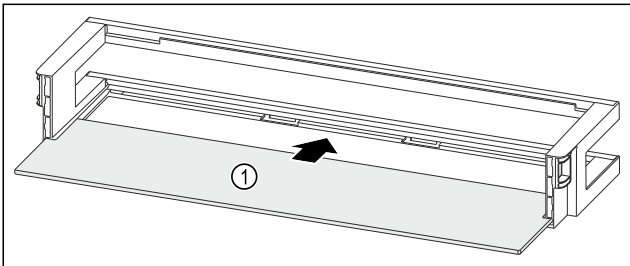

Fig. 224 Balconnet de contre-porte avec tablette de rangement
- Insérer la tablette de rangement Fig. 224 (1) dans les évidements latéraux.